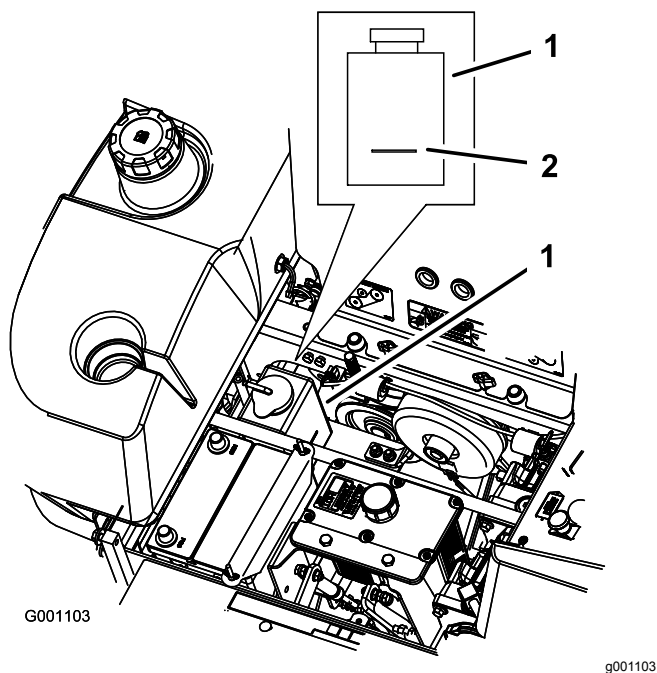

Figure 80
4. Lorsque le moteur est froid, vérifiez le niveau de liquide dans le vase d'expansion. Le liquide doit atteindre la bosse à l'extérieur du vase d'expansion (Figure 80).
5. Si le niveau de liquide est insuffisant, versez un mélange 50/50 d'antigel longue durée/Dex-Cool® et d'eau dans le vase d'expansion (Figure 80).
6. Versez une quantité suffisante de mélange 50/50 dans le vase d'expansion pour atteindre le trait de repère (Figure 80).